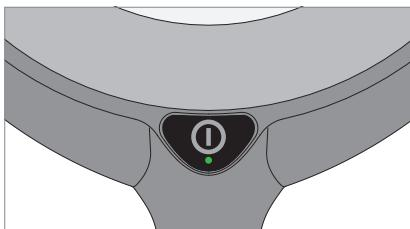

Fig. 8: tecla.
- ▶ Prima a tecla, ver Fig. 8.
- ▶ Mantenha esta tecla premida, ver Fig. 8.
- ▶ Prima rapidamente a tecla duas vezes, ver Fig. 8.